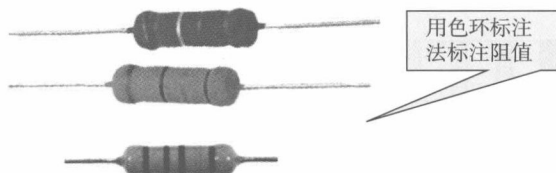

图 2-1-4 金属膜电阻器的实物图
2) 金属膜电阻器的图形符号为—□—, 电路中通常标为 R 或 RJ , 用真空蒸发的方法将合金材料蒸镀于陶瓷棒骨架表面。金属膜电阻器比碳膜电阻器的精度高, 稳定性好, 噪声、温度系数小, 在仪器仪表及通信设备中大量采用。金属膜电阻器的实物图如图 2-1-4 所示。